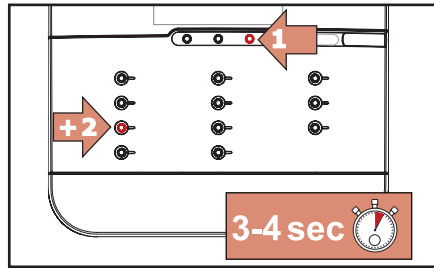

Fig. 5.4 - Reiniging modus starten
1. Druk eerst op **STOP** en dan gelijktijdig op **◀** en houdt de knoppen gedurende 3-4 seconden vast om de reiniging modus te starten (fig. 5.4).
1. Druk eerst op **STOP** en dan gelijktijdig op **←** en houdt de knoppen gedurende 3-4 seconden vast om de reiniging modus te starten (fig. 5.4).